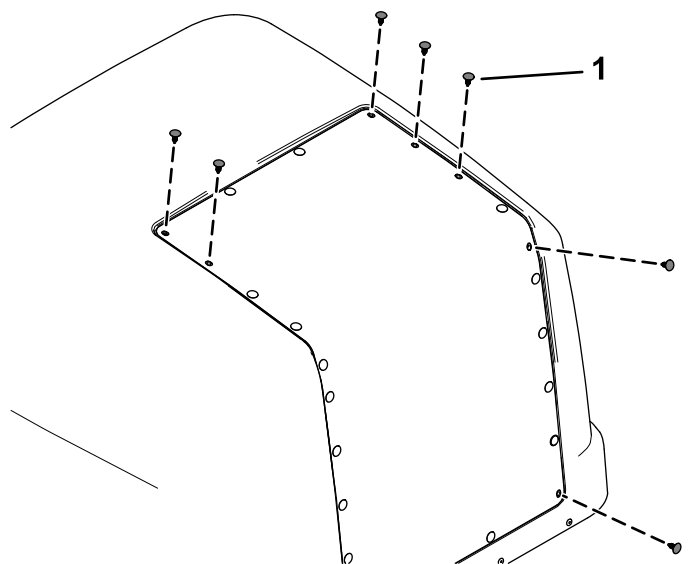

**Figuur 27**
7. Bevestig de bevestiging voor de snelheidsplaat aan de kentekenbevestiging; gebruik hiervoor 5 slotbouten ( $\frac{1}{4}$  inch x  $\frac{1}{2}$  inch) en 5 borgmoeren ( $\frac{1}{4}$  inch) zoals getoond in Figuur 27.